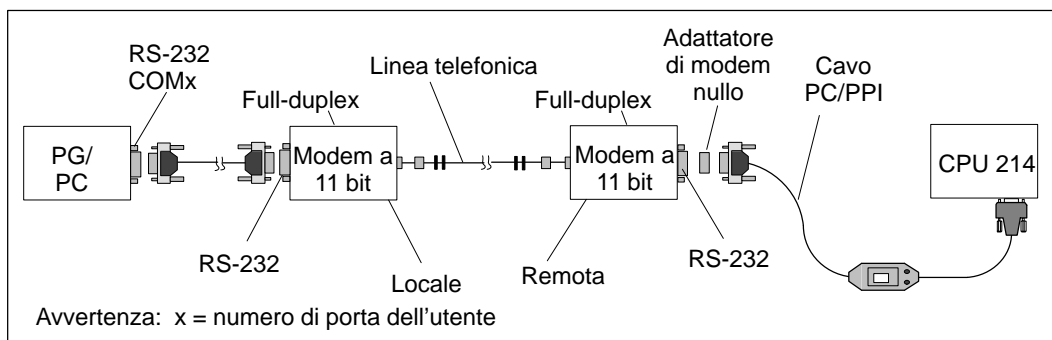

Figura 3-14 Comunicazione dei dati S7-200 mediante un modem a 11 bit
A seconda del numero di CPU S7-200 previste nel collegamento (CPU unica o in rete), si utilizzano i seguenti cavi e adattatori (vedere la figura 3-14).
- la porta di comunicazione della CPU S7-200 (vedere la figura 3-14)
La scheda Generale della finestra di dialogo Configura modem mette a disposizione selezioni per le stringhe di dati a 11 bit dei modem ed elenca i componenti hardware necessari. La figura 3-14 riporta i componenti hardware.
21. Accertarsi che la propria configurazione corrisponda a quella della scheda Generale della finestra di dialogo Configura modem. Vedere anche la figura 3-14.